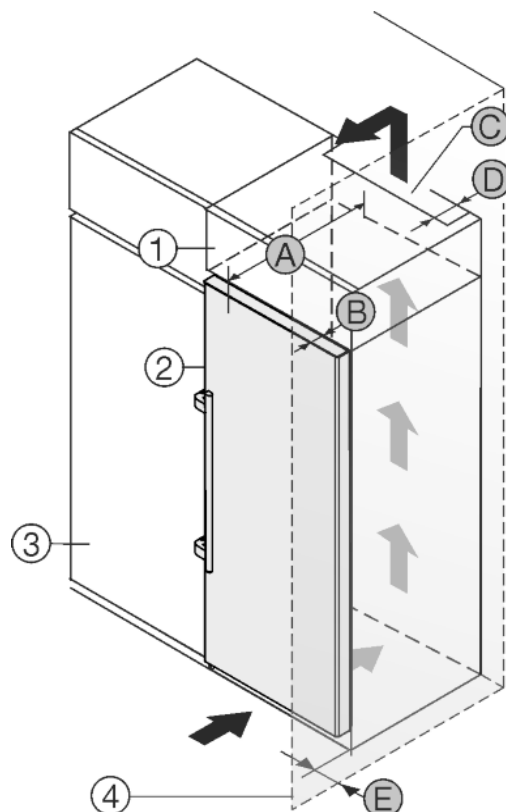

Fig. 24
Uređaj se može adaptirati za ugradnju u kuhinjske ormare. Kako biste uređaj *Fig. 24 (2)* prilagodili visini kuhinjskog namještaja, iznad uređaja možete postaviti viseći ormar *Fig. 24 (1)*.
Uređaj se može postaviti direktno uz kuhinjski ormar *Fig. 24 (3)*. Kako biste vrata mogli potpuno otvoriti, uređaj mora biti za dubinu *Fig. 24 (B)* ispred u odnosu na prednjicu kuhinjskog ormara. Ovisno o dubini kuhinjskih ormara i uporabi zidnih distancera, uređaj može i dalje stršati.
- Na stražnjoj strani visećeg ormara treba postojati otvor za odzračivanje dubine *Fig. 24 (D)* po cijeloj širini visećeg ormara.
- Ispod stropa prostorije treba poštivati ventilacijski presjek *Fig. 24 (C)*.
Kada se uređaj postavlja s okovima pored zida *Fig. 24 (4)*, treba poštivati razmak *Fig. 24 (E)* između uređaja i zida. To odgovara stajanju ručice kod otvorenih vrata.